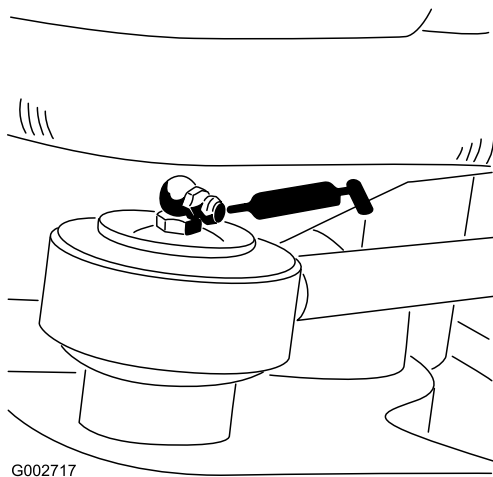

Figura 23
- 1 Rolamento da extremidade da haste do cilindro de direção — apenas modelo 08705 (Figura 23).